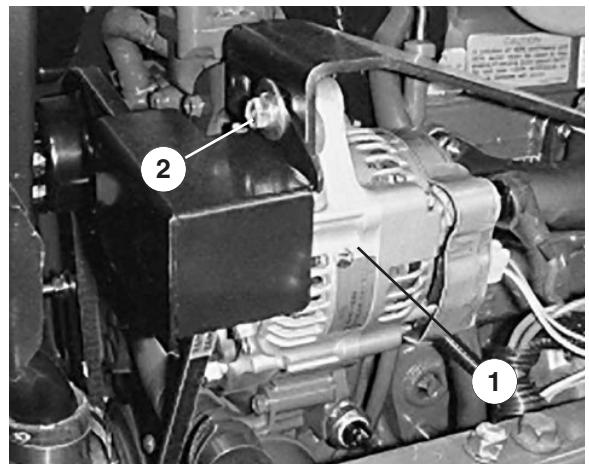

Bild 31
2. Bei einwandfreier Spannung lässt sich der Riemen 10 mm durchbiegen, wenn eine Kraft von 4,5 kg auf halbem Weg zwischen den Riemscheiben angesetzt wird (Bild 31).